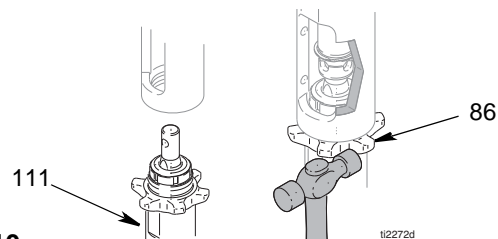

FIG. 10
1. (Afb. 10) Schroef de contraoer (86) tot de onderkant van de schroefdraad van de pomp (111). Schroef de pomp (111) volledig in het spuitstuk. Stroef de pomp (111) van het spuitstuk tot de uitlaat van de pomp lijnt met de slang. Draai de contraoer (86) handvast en tik hem vervolgens 1/8 tot 1/4 slag vaster met een hamer of draai hem aan tot 75 ft-lb (101 N-m).